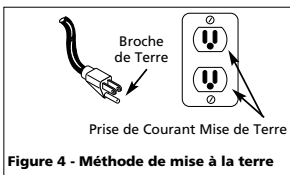

Figure 4 - Méthode de mise à la terre
- Le produit est conçu pour l'utilisation d'un circuit de 120 volts et a une fiche de mise à la terre comme celle indiquée sur la Fig. 4. S'assurer que le modèle soit branché à une prise de courant qui a la même configuration que la fiche. Ce produit doit être mis à la terre. Dans l'événement d'un court-circuit, la mise à la terre diminue le risque de secousse électrique en fournissant un fil d'échappement pour le courant